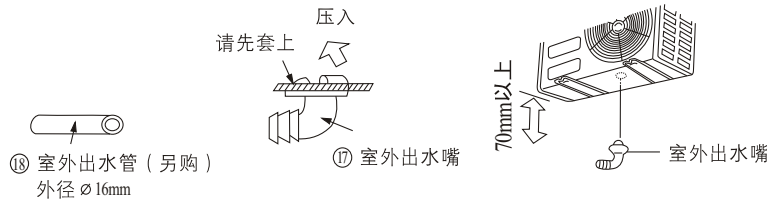

图 31
- 2 欲利用出水孔将冷凝水导出时, 请将机体在安装后沿换热器均匀地注入适量的水, 观察底盘上三个出水孔的出水量。然后依图31所示将附件⑰ 室外出水嘴安装在出水量最多的孔中, 再套上附件⑱ 室外出水管, 使之朝向最合适的位置, 最后用附件⑯ 出水孔闷堵将其余两孔堵住。